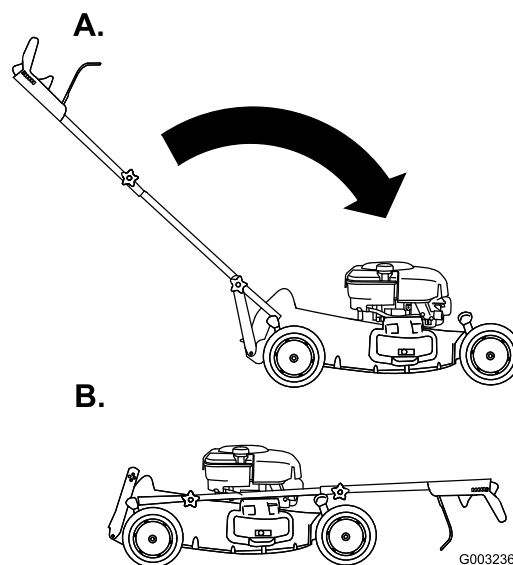

Figura 42
3. Doble el manillar hacia adelante (Figura 42).